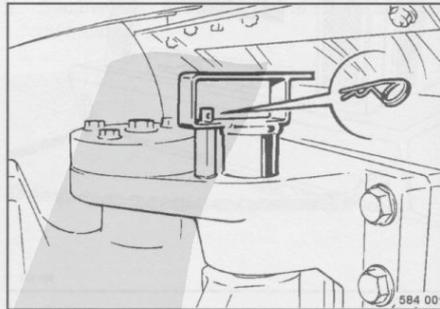

fig. 113
- Retirer l'agrafe de sécurité (fig. 113).